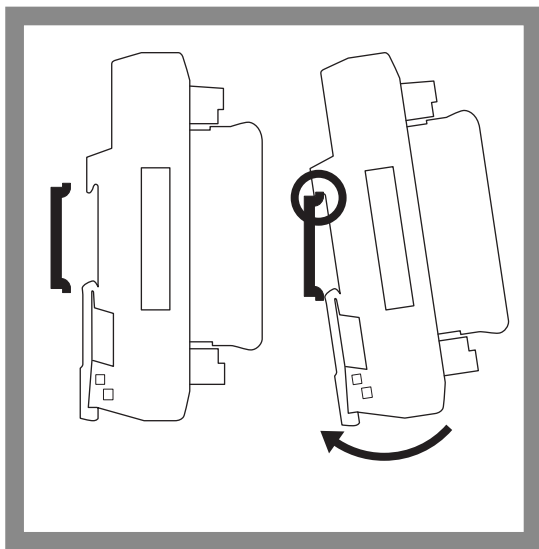

Abb. 2: Montieren
- 1 Montieren Sie den SCALA Controller wie in Abb. 2 dargestellt.